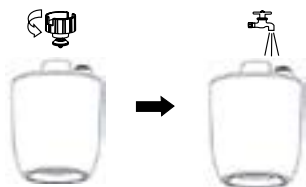

Рис. 2
2. Открутите крышку резервуара для воды против часовой стрелки и залейте воду в емкость (рис.2). Температура воды не должна превышать 40 градусов.